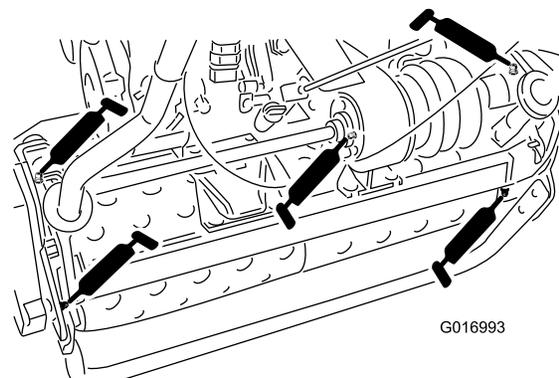

図 22
- ・ ドラムのアクスル (2ヶ所) (図 22)
- ・ デファレンシャル (3ヶ所) (図 22)